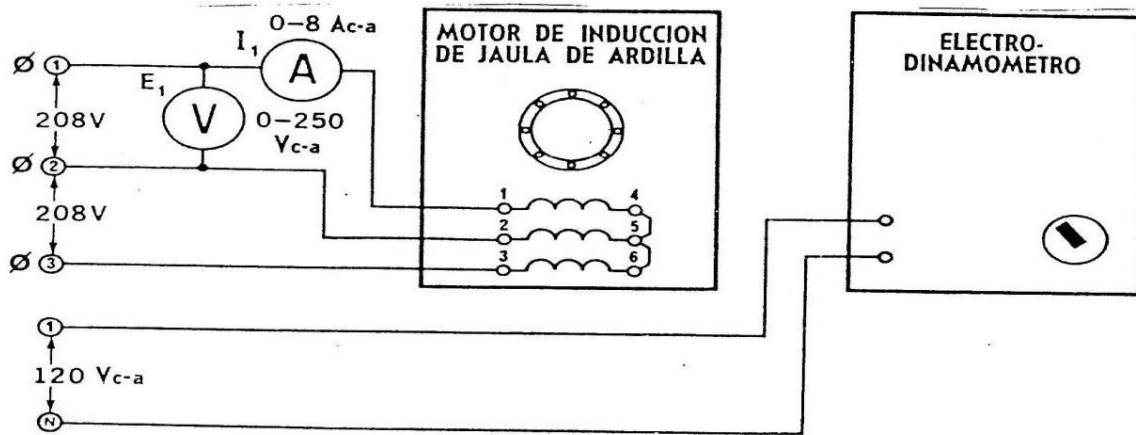

Figura 2
7. a) Conecte el circuito que aparece en la figura 2. Observe que ahora se utiliza la salida de c-a fija de la fuente de alimentación, terminales 1, 2 y 3.